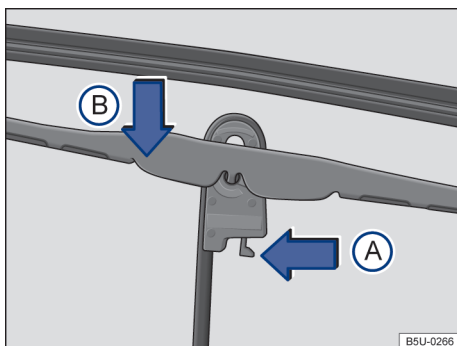

Fig. 106 Substituir as palhetas dos limpadores do para-brisa.
- Colocar a palheta em uma posição perpendicular em relação ao braço → Fig. 106.
- Apertar a trava de segurança no sentido da seta ①.
- Desencaixar a palheta no sentido da seta ②, deslocar no sentido oposto ao braço do limpador e remover no sentido oposto ao da seta ③.